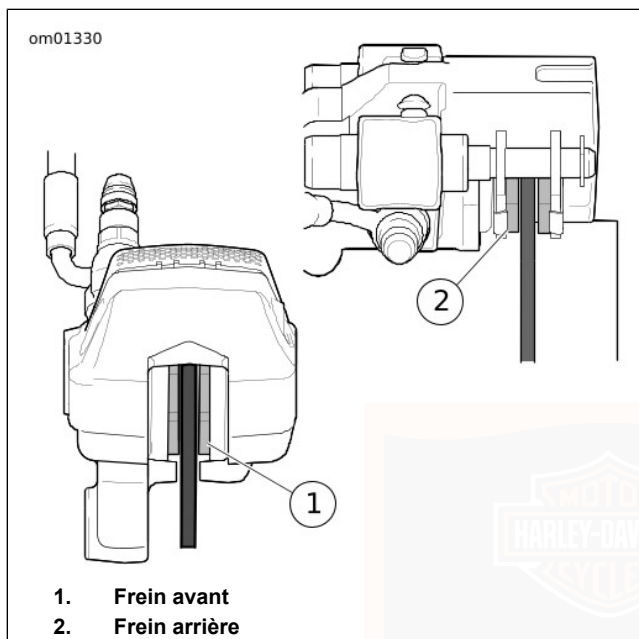

Figure 50. Matériau de friction des freins
1. Voir Figure 50. Vérifier le disque de frein ou le rotor à mesure qu'il tourne. Le disque/rotor doit rester centré dans l'étrier de frein.